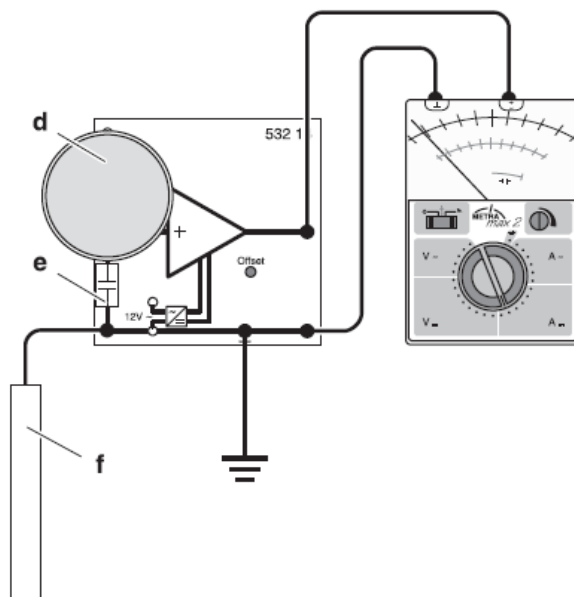

Fig. 4
- Alimentați amplificatorul electrometrului cu tensiune de la priză (fig. 4).